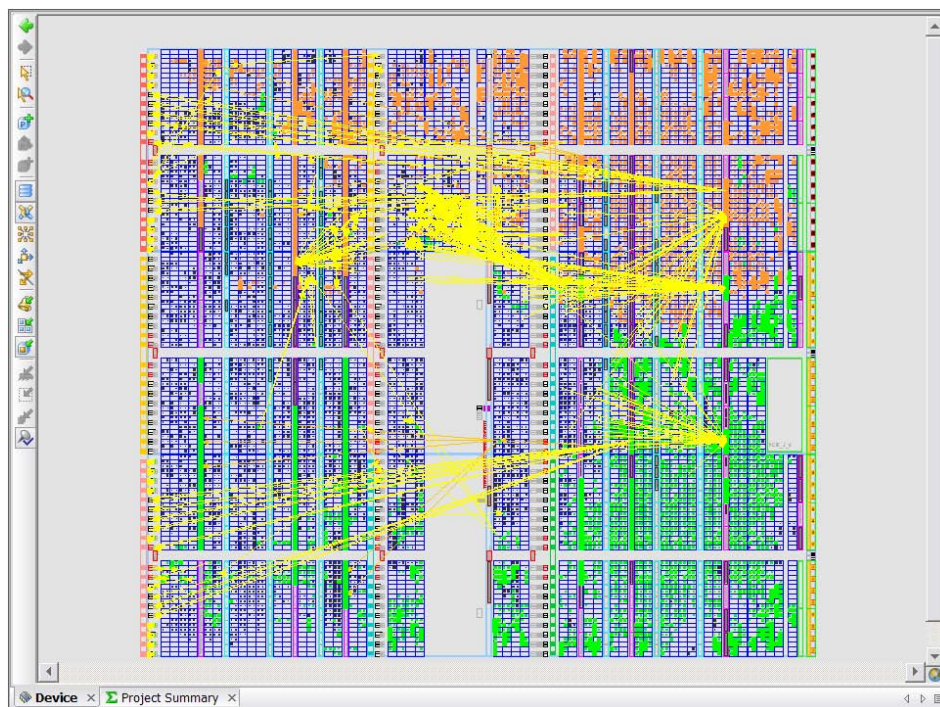

図 11 : [Show Connectivity] を選択した後の [Device] ビュー
- 2-2-8. [Device] ビューで前の 2 つの手順の結果を確認します (図 11)。